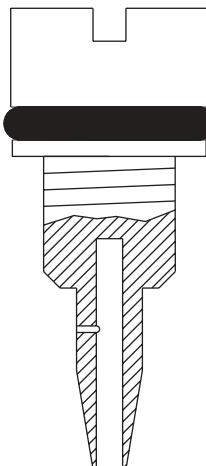

Рис. 14
4.2.1 Очистка винта регулировки чувствительности (см. рис. 14)